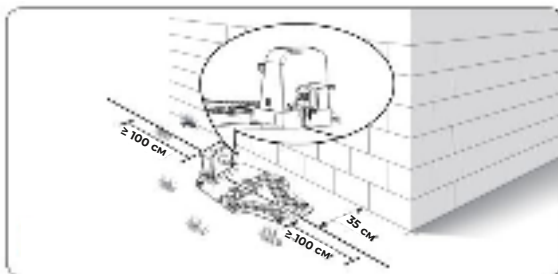

Рис. 2
5.1.1 Зарядную станцию можно разместить рядом с домом или хозяйственными постройками. При укладке ограничительного провода оставьте перед зарядной станцией не менее 1 м прямого провода без каких-либо препятствий (как показано на рис. 2).